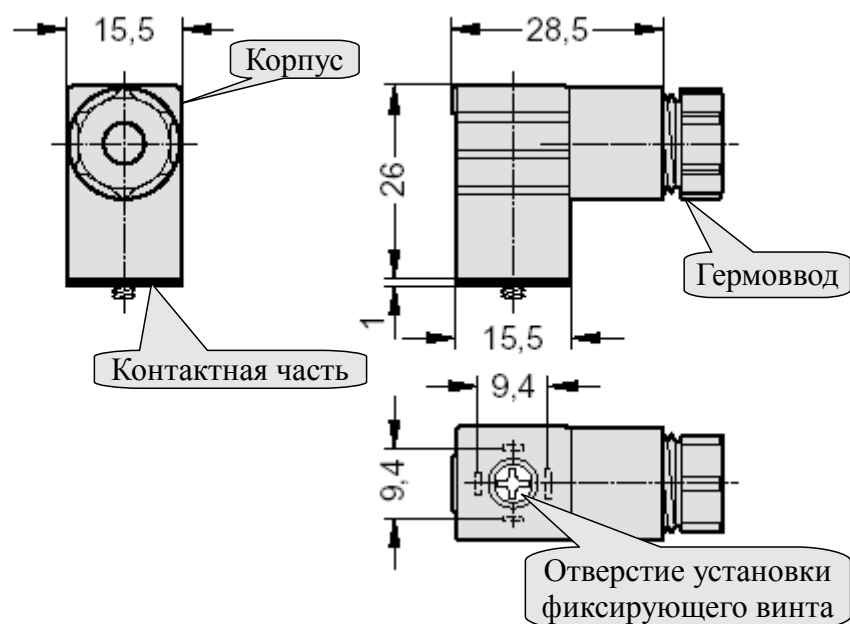
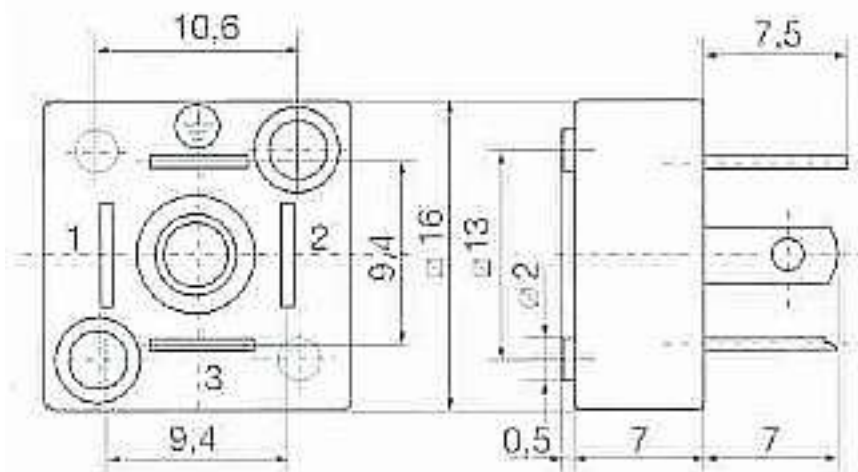

Рисунок 1 - Соединитель электрический DIN 43650
Рисунок 2 - База для соединителя электрического DIN 43650
- Отвернуть и вынуть фиксирующий винт на герметичном электрическом соединителе (Рисунок 1). Снять соединитель с базы (Рисунок 2) и выдвинуть его контактную часть, толкая хвостовик в отверстие установки фиксирующего винта.